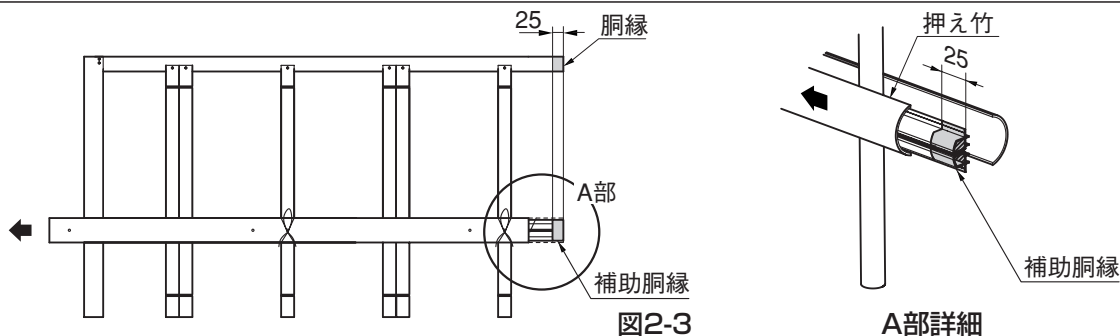

図2-3
- ⑤ パネル本体使用側の胴縁、補助胴縁を25mm切断してください。(図2-3参照)